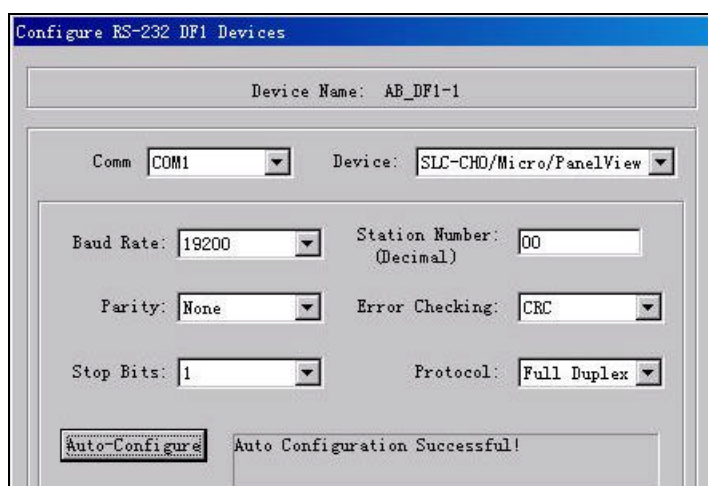

图 3-129 组态成功画面
(5) 单击 OK, 会弹出如图 3-129 所示窗口, 单击 Auto-Configure (自动组态), 若显示 “Auto Configuration Successful!”, 则表示组态成功。